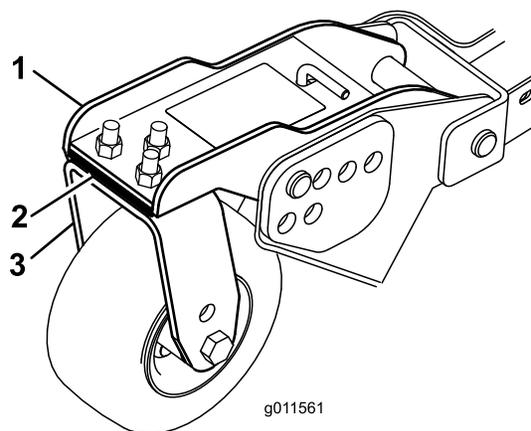

Figure 35
Tournez la lame sur chaque axe pour la diriger dans le sens longitudinal. Mesurez et notez la distance entre le sol et la pointe avant du tranchant. Ajoutez ou retirez des cales sur le ou les bras de roue pivotante avant pour faire correspondre la hauteur de coupe à celle indiquée sur l'autocollant (Figure 35). Pour l'axe de la lame extérieure seulement, voir Réglage de l'inclinaison du plateau de coupe avant \(page 77\).
3. Si le bord intérieur du plateau de coupe latéral est trop élevé par rapport au bord extérieur du plateau de coupe avant, retirez une cale au bas du bras de la roue pivotante intérieure avant du plateau latéral (Figure 35).